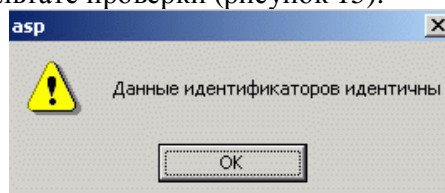

Рисунок 15
3.4.5.7 Начинается процесс проверки записанных идентификаторов с выводом на экран ПК окна показанного на рисунке 14. По окончании проверки на экран ПК выводится сообщение о результате проверки (рисунок 15).